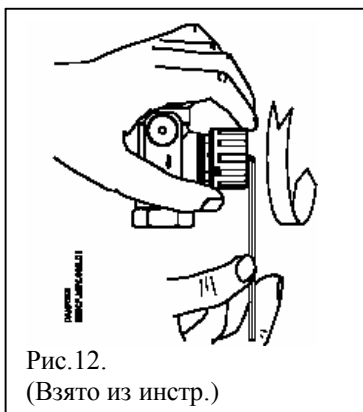

Рис. 12.
- удерживая рукоятку произвести фиксацию настройки, для чего, используя шестигранный ключ, довернуть шпindel на торце рукоятки до упора против часовой стрелки (рис.12);